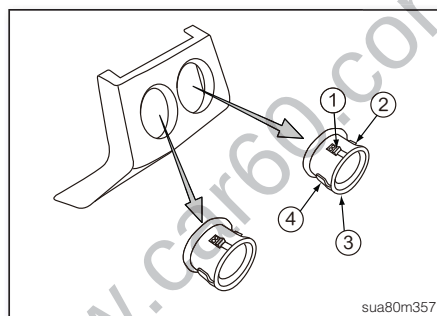

图45
2. 从中央扶手后饰板背后按下后中央出风口扣钩①~④ (如图45), 并将后中央出风口向外抽出, 取出后中央出风口。